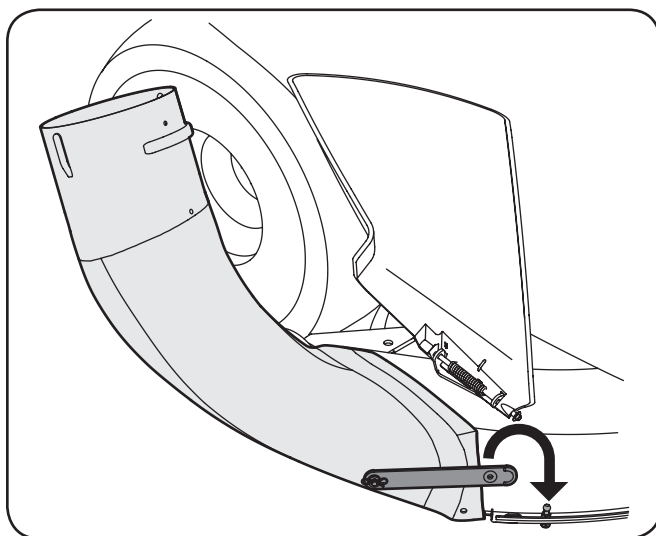

Figure 4-23
- Fixez le coude de la goulotte de descente à la plate-forme du tracteur en accrochant la courroie de la goulotte de descente sur la goupille de queue à rotule installée plus tôt sur la plate-forme. Consultez la figure 4-23.